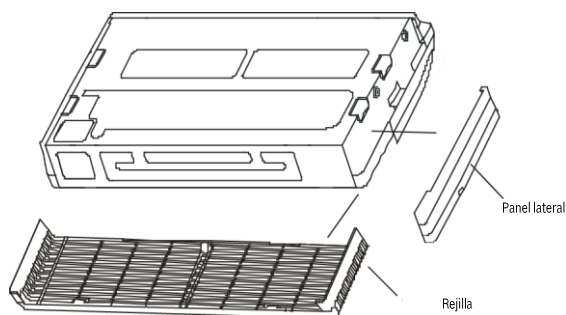

Fig. 49-9
1. Retirar el panel lateral y la rejilla. (Véase la Fig. 49-9) (para modelos 48000Btu/h y 60000Btu/h, no retirar la rejilla.)